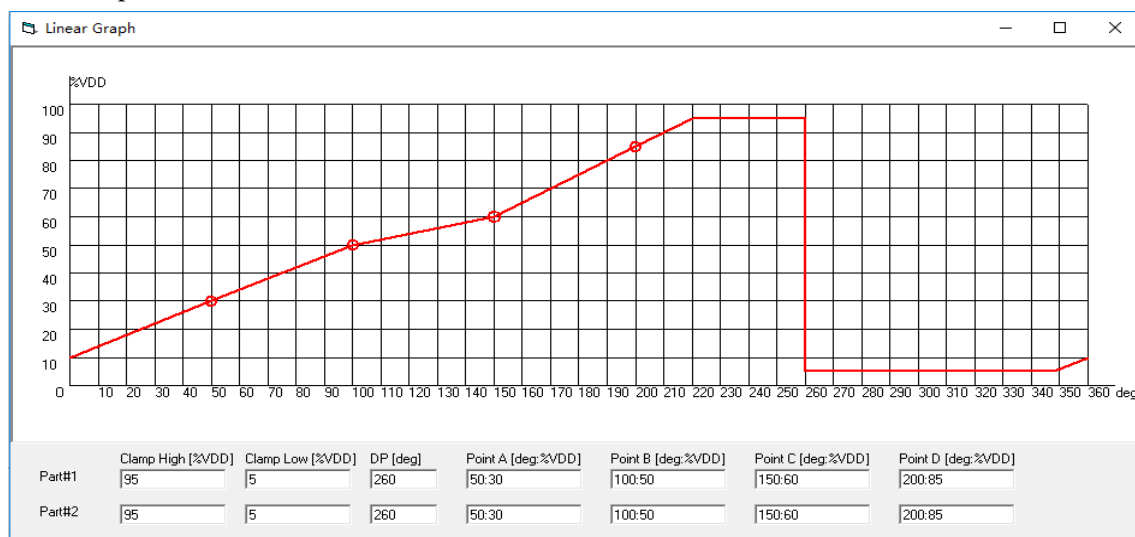

图5.1.4 Linear Graph 界面
- View Output 按钮为芯片当前状态下 OUT 输出值(百分制)及对应的角度值，图 5.1.4，可以点击 Part#1 及 Part#2 切换显示第几个 SITE 的输出信号